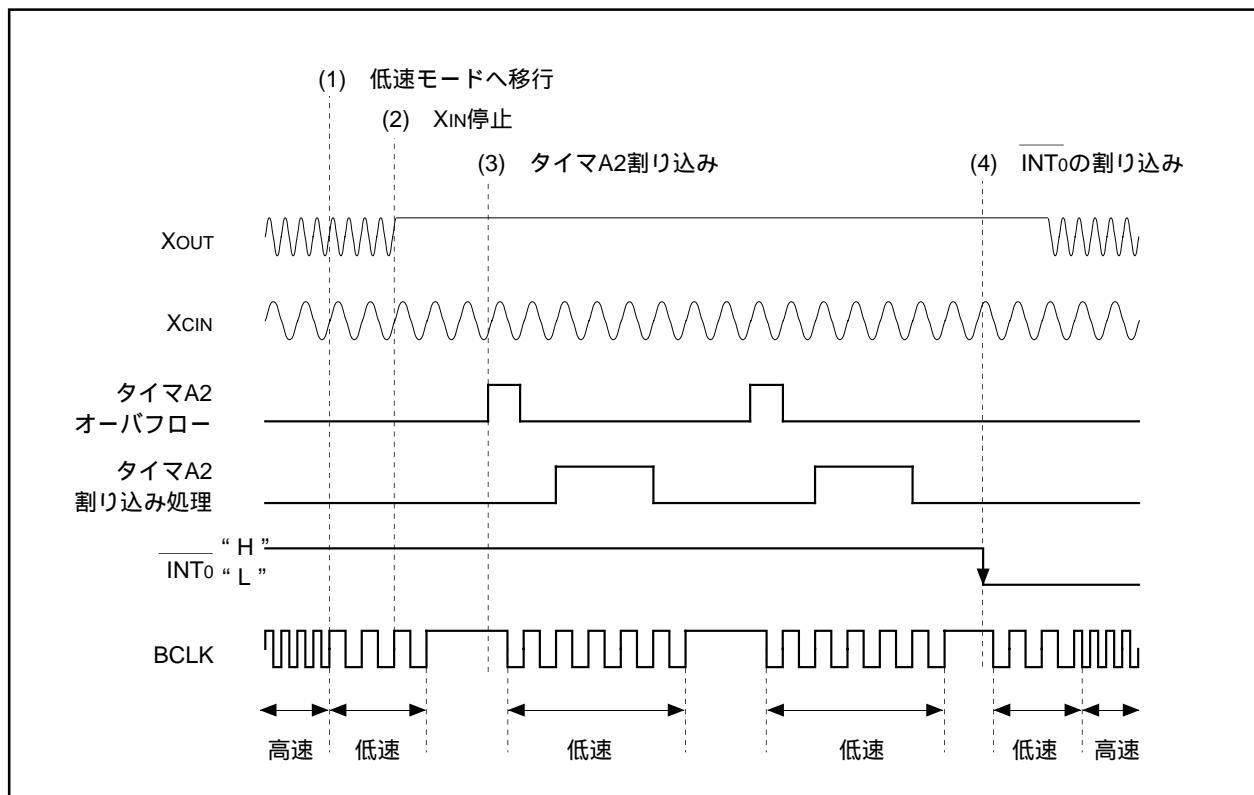
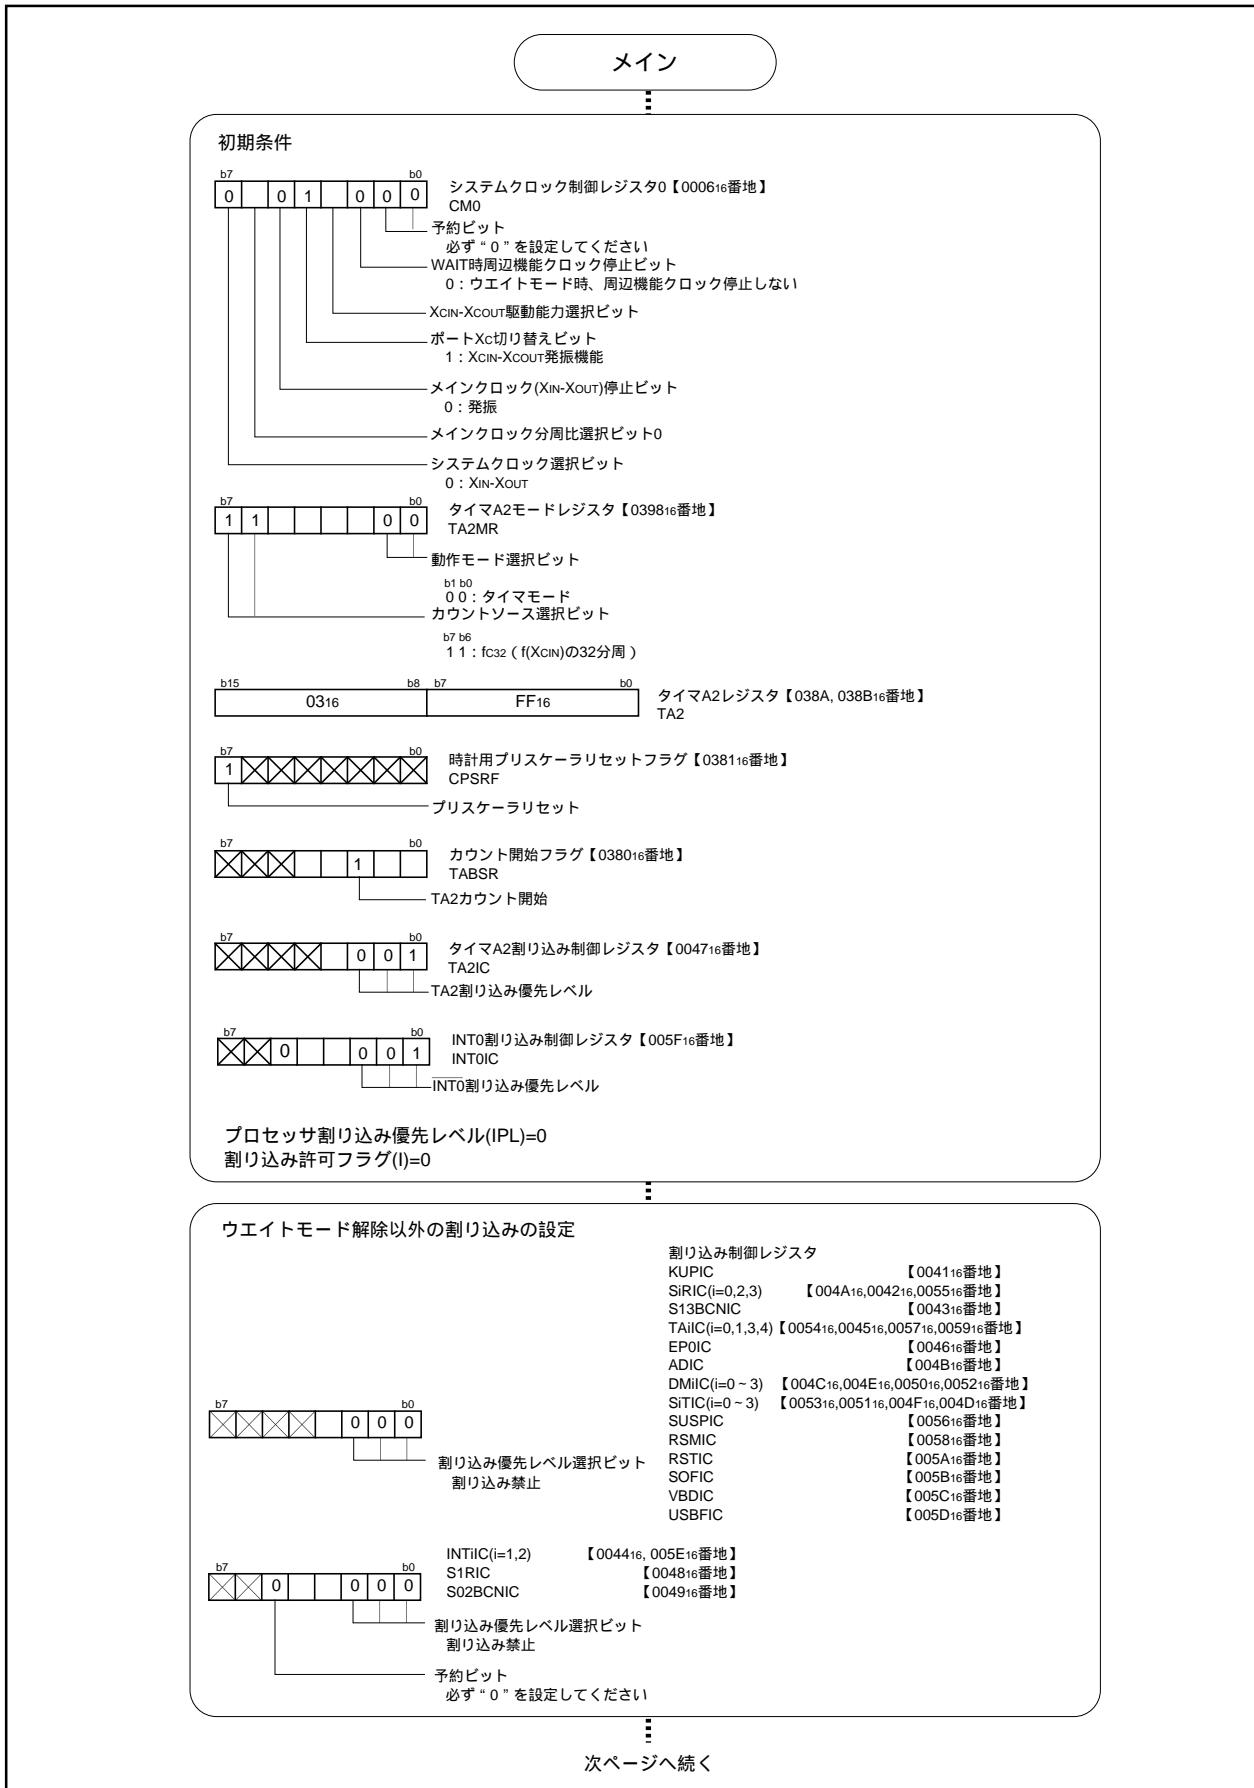
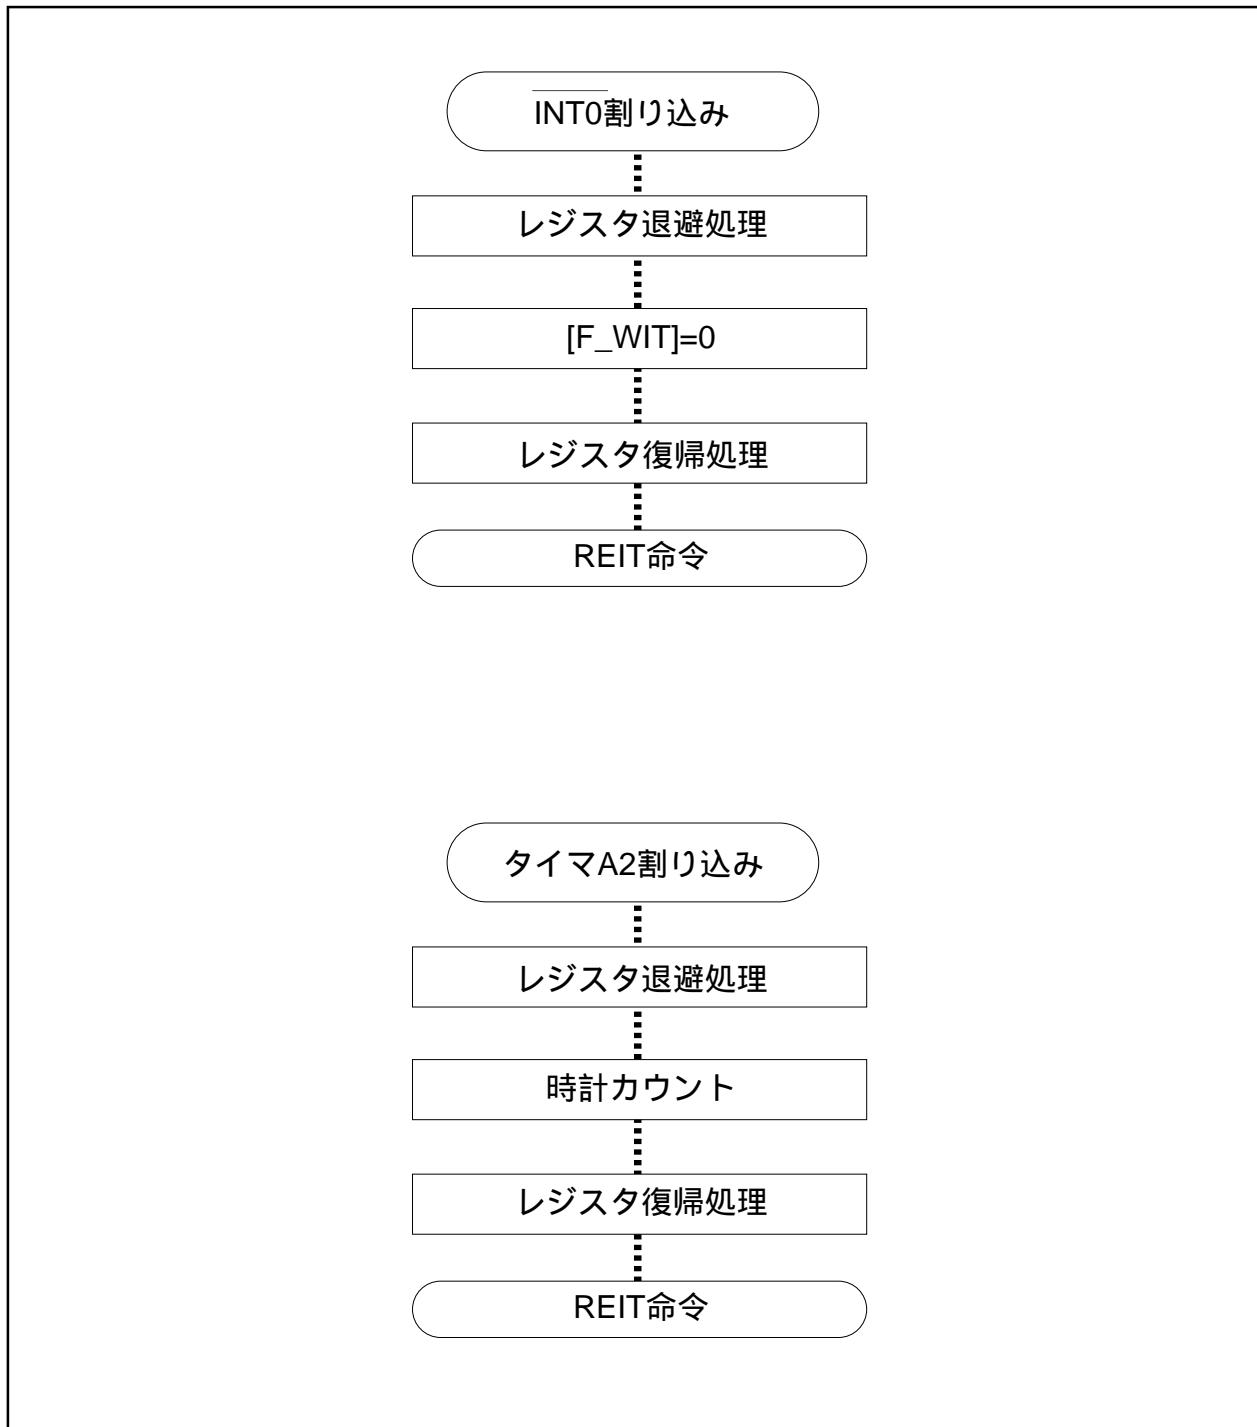

図3.9.1. ウエイトモードを使用したパワーコントロールの動作タイミング図
図3.9.2. ウエイトモードを使用したパワーコントロール関連レジスタの設定手順(1)
図3.9.4. ウエイトモードを使用したパワーコントロール関連レジスタの設定手順(3)
**概要** ウエイトモードを使用してパワーコントロールを行います。その動作タイミングを図3.9.1に、設定手順を図3.9.2～図3.9.4に示します。